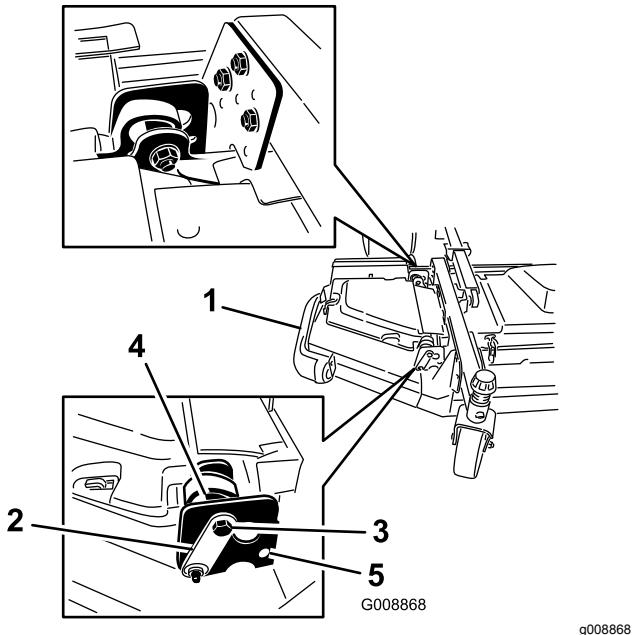

Рисунок 4
4. Продените передний и задний фиксирующие болты через верхние монтажные отверстия и эксцентрики (Рисунок 4).